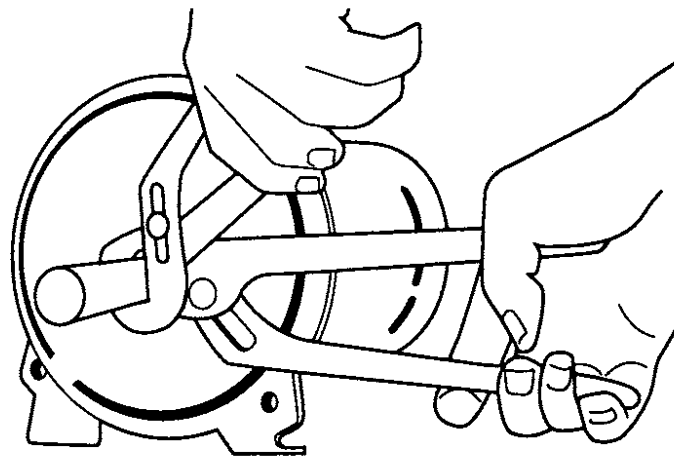

Figure 16 – Dépose de la roue
4. Déposer l'impulseur en immobilisant l'arbre de la pompe avec un tournevis placé dans l'extrémité fendue de l'arbre du moteur, puis tourner l'impulseur dans le sens contraire des aiguilles d'une montre (figure 16).
3. Déposer les 3 vis d'assemblage retenant le diffuseur sur la plaque d'étanchéité, puis déposer le diffuseur. Pour remplacer un diffuseur, utiliser trois cales de 0,010 po d'épaisseur équidistantes entre l'œilillard de l'impulseur et l'ouverture du diffuseur afin de centrer le diffuseur et empêcher l'impulseur de frotter (Figure 16).